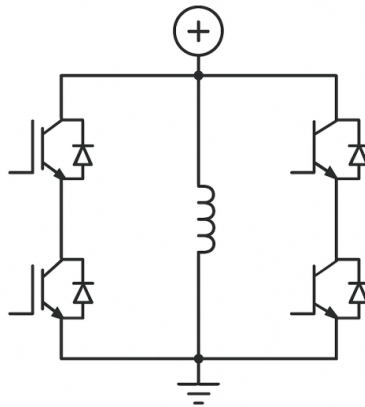

Рисунок 2 Схеми Н-Міста на чотирьох MOSFET-транзисторах
1. **Складання Н-Моста:** Зберіть Н-Міст на чотирьох MOSFET-транзисторах. Всі індуктивні навантаження потребують **захисних діодів** (Flyback Diodes), встановлених паралельно транзисторам у зворотному напрямку. (рис. 2)